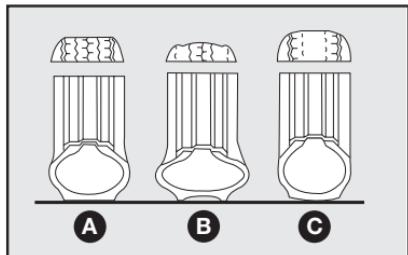

fig. 19
## Lectura correcta de los neumáticos - fig. 19
**Una presión equivocada provoca un desgaste anormal de los neumáticos fig. 19.**